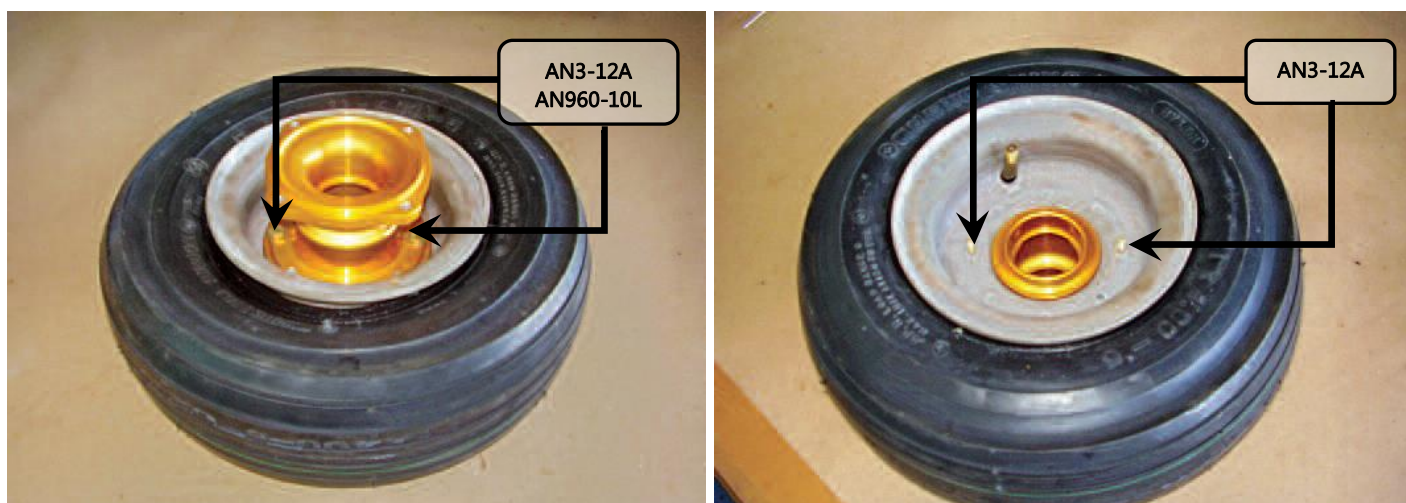

Figura 32.40.13 – Instalação dos primeiros parafusos da roda.
Obs.: Certificar-se de que a flange do cubo AA-32-40-400-17 fique do lado oposto ao da válvula de enchimento da câmara de ar, ver a figura 32.40.12 e a figura 32.40.13
8. Alinhar os furos do conjunto cubo e meia-rodas, onde não existe posição preferencial. Instalar os parafusos AN3-12A, diametralmente opostos, com arruelas AN960-10L, conforme a figura 32.40.13.